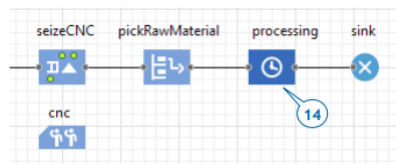

Рисунок 14.6 – Додавання блока затримки
– додайте блок *Delay*, розмістіть його відразу після *pickRawMaterial* і назвіть його *Processing* (рис. 14.6);